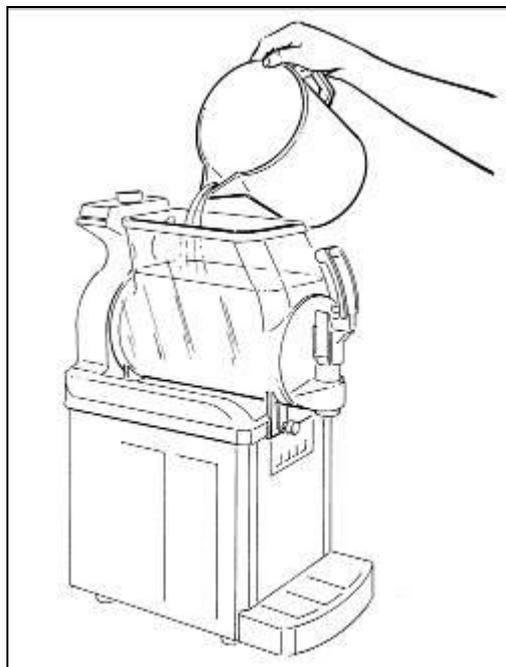

Fig. 23
- Verser le produit obtenu dans le bac (voir fig.23).